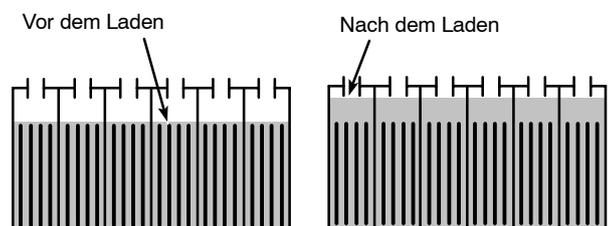

ABB. 63
- Überprüfen Sie regelmäßig den Füllstand, um Beschädigungen der Batterie zu vermeiden. Der Füllstand muss, wie angegeben, sein (Abbildung 63). Füllen Sie, falls erforderlich, destilliertes Wasser auf. **NICHT ZU VIEL WASSER EINFÜLLEN**, da sich die Flüssigkeit beim Laden ausdehnt und überläuft.